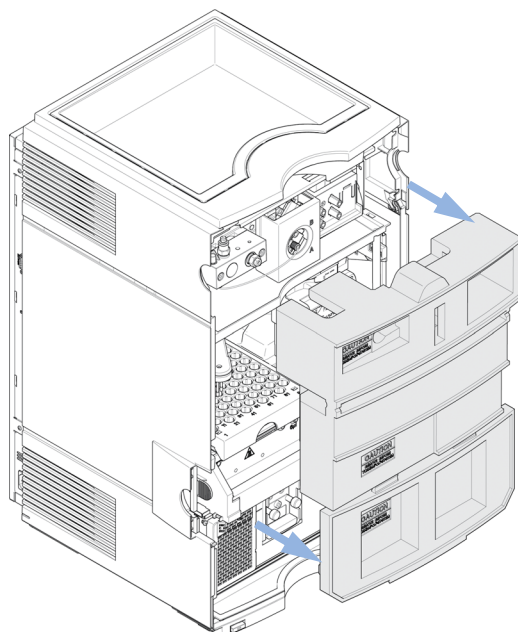

図 2 配送用発泡材の取り外し
- 14 モジュールの電源を入れる前に、発泡材をすべて取り外したことを確認します（『40 ページ 図 2』を参照）。次に電源用プッシュボタンでモジュールの電源を入れます。